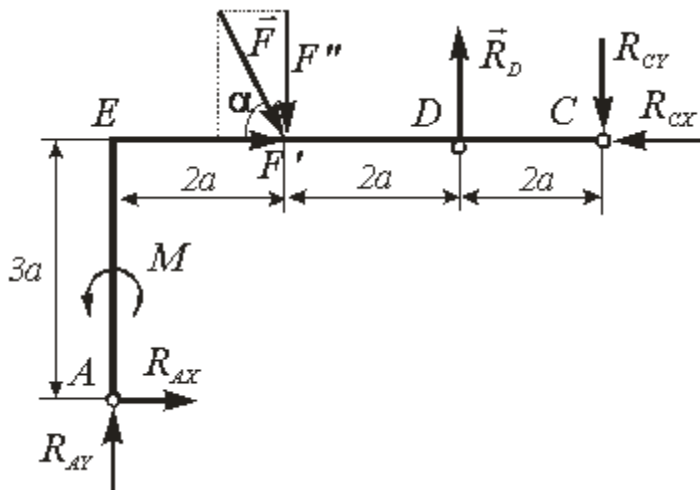

Рис. 27
2. Теперь рассмотрим равновесие угольника (рис. 27).
Ответ: $R_{Ax} = -3,08$ кН, $R_{Ay} = 18,685$ кН, $R_D = 6,645$ кН, $R_B = 30,8$ кН, $R_{Cx} = 1,92$ кН, $R_{Cy} = 16,67$ кН. Знаки указывают, что сила реакции \vec{R}_{Ax} направлена противоположно показанной на рис. 27.